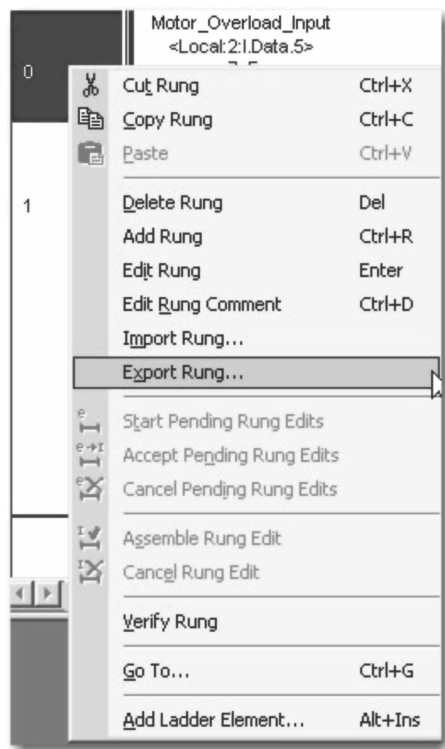

图 13-4 梯形图编辑菜单
7. 右键单击梯级 0 的左侧，并选择“导出梯级”（Export Rung），如图 13-4 所示。